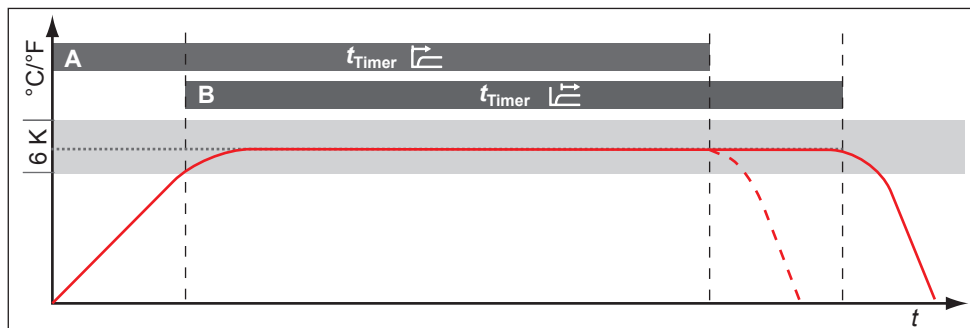

Fig. 26 Timer Mode
Her kan der foretages indstilling af, om det digitale nedtællingsur med måltidsangivelse (timer, se side 30) skal arbejde ud fra en nominal værdi – dvs. om timerkørselstiden først skal begynde, når et toleranceområde på ± 3 K i forhold til den nominelle temperatur er nået (Fig. 26, B) – eller allerede umiddelbart efter aktivering af timeren (A).